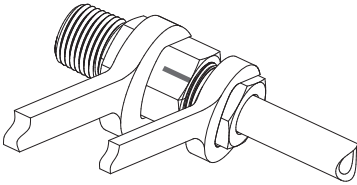

图4
- 4. 将接头本体或阀体牢牢固定，参考附表1，用扳手拧紧卡套螺母至规定圈数，注意不同类型的管子安装圈数有所不同 (图 4)。